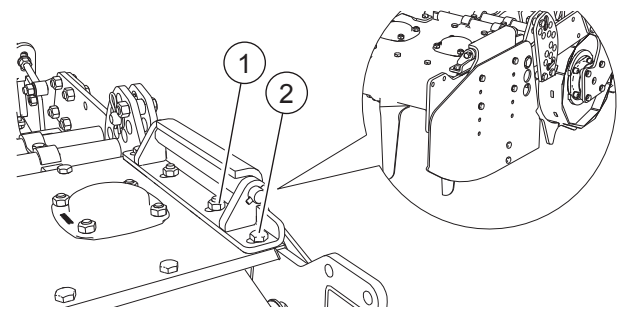

FIG. 38
- Die Schrauben abdrehen (2, "Fig. 38").
- Die Mutter abdrehen (1).